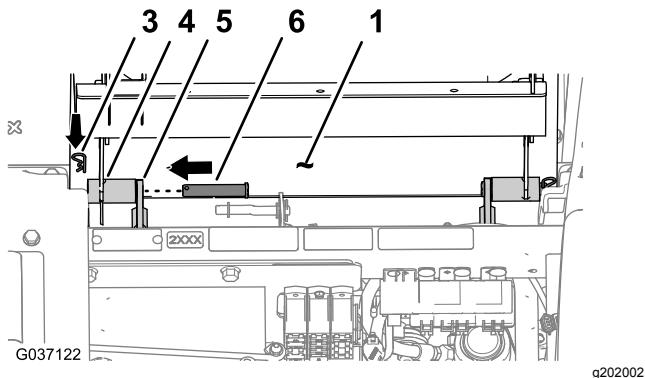

Рисунок 221
2. Совместите отверстия в креплениях осей поворота чаши сиденья с отверстиями в кронштейнне ходовой части (Рисунок 221).
3. Установите чашу сиденья на кронштейны ходовой части с помощью двух осей поворота (Рисунок 221).
4. Прикрепите оси поворота к машине с помощью двух игольчатых шплинтов (Рисунок 221).